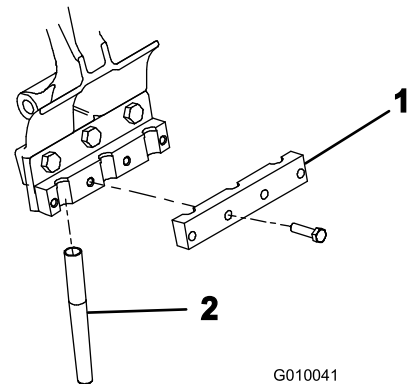

Bild 26
5. Befestigen Sie eine Tines-Klemme mit vier Schrauben ($\frac{3}{8}$ " x $1\frac{1}{2}$ ") lose an jedem Tines-Halter (Bild 26). Ziehen Sie die Bolzen nicht fest.